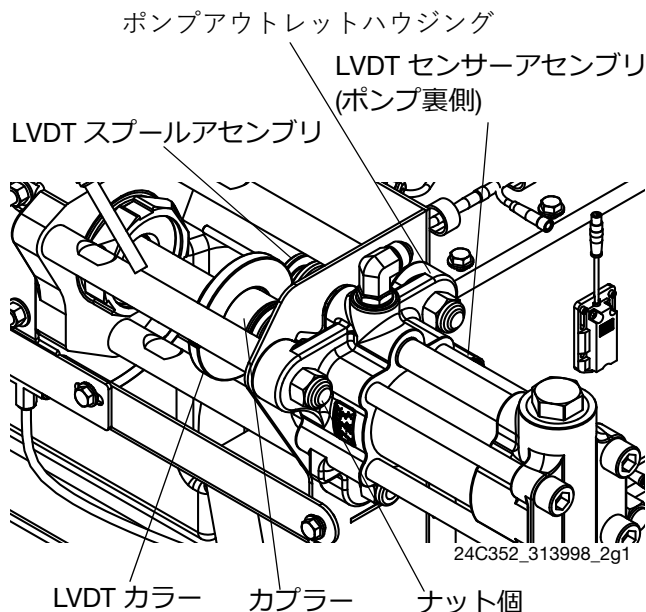

図 2
- LVDT カラーから 2 つの段付きボルトを取り外してから、B 側のポンプシャフトからカラーを取り外します。図 2。
- A と B 側のポンプシャフトからカプラーを取り外します。図 2。
- ポンプアウトレットハウジングから LVDT センサーアセンブリとスプールアセンブリをねじ外します。スプールアセンブリを拭きます。図 2。
- タイロッドにポンプを固定する 3 つのナットを取り外します。図 2。